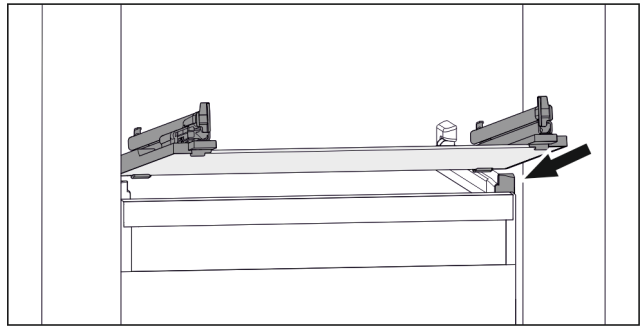

Fig. 98 Приблизне відображення скляної пластини
- ▶ Встановити скляну пластину за стопорами навкосої. (див. Fig. 98)